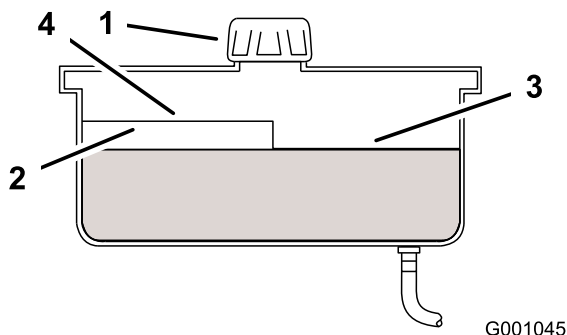

Bild 50
4. Reinigen Sie den Bereich um den Einfüllstutzen und den Deckel des Hydraulikbehälters (Bild 50).
5. Schrauben Sie den Deckel vom Einfüllstutzen ab. Schauen Sie in den Stutzen um sicherzustellen, dass Öl im Behälter ist. (Bild 50).
Hinweis: Der Füllstand sollte bei warmem Öl an der Oberkante der heißen Einfüllmarkierung der Trennwand liegen (Bild 50).